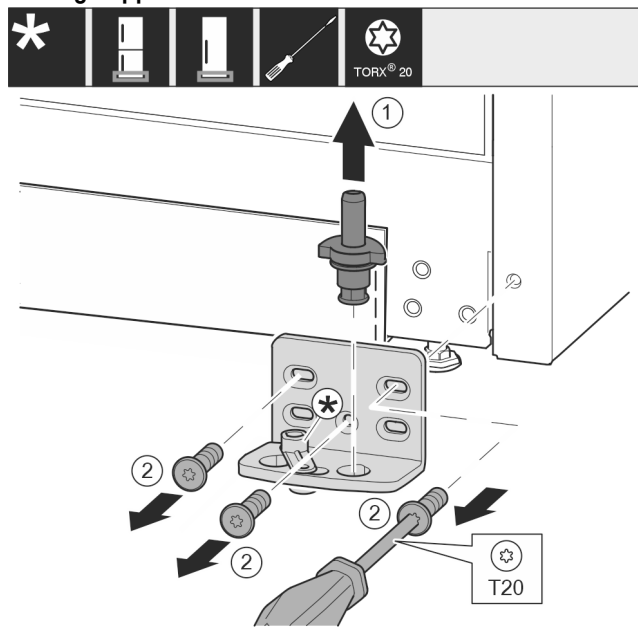

Fig. 10
- Estrarre completamente il perno di supporto verso l'alto. Fig. 10 (1)
- Svitare le viti con il cacciavite T20 e rimuovere il blocco di supporto. Fig. 10 (2)